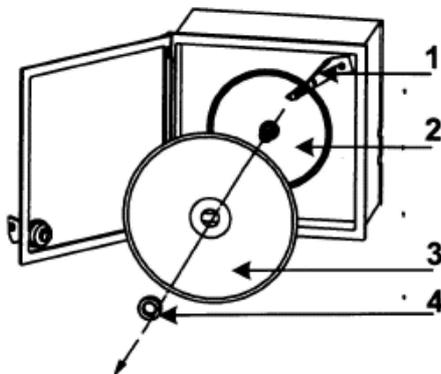

Fig. 11
5.4.1 Sustitución del diagrama (Fig.11)